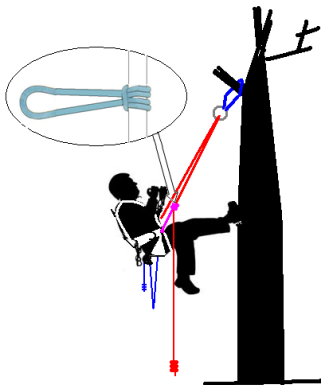

Fig. 1
- 1 - Passer la drisse d'élagage dans un ancrage résistant à 1t (fig. 1)